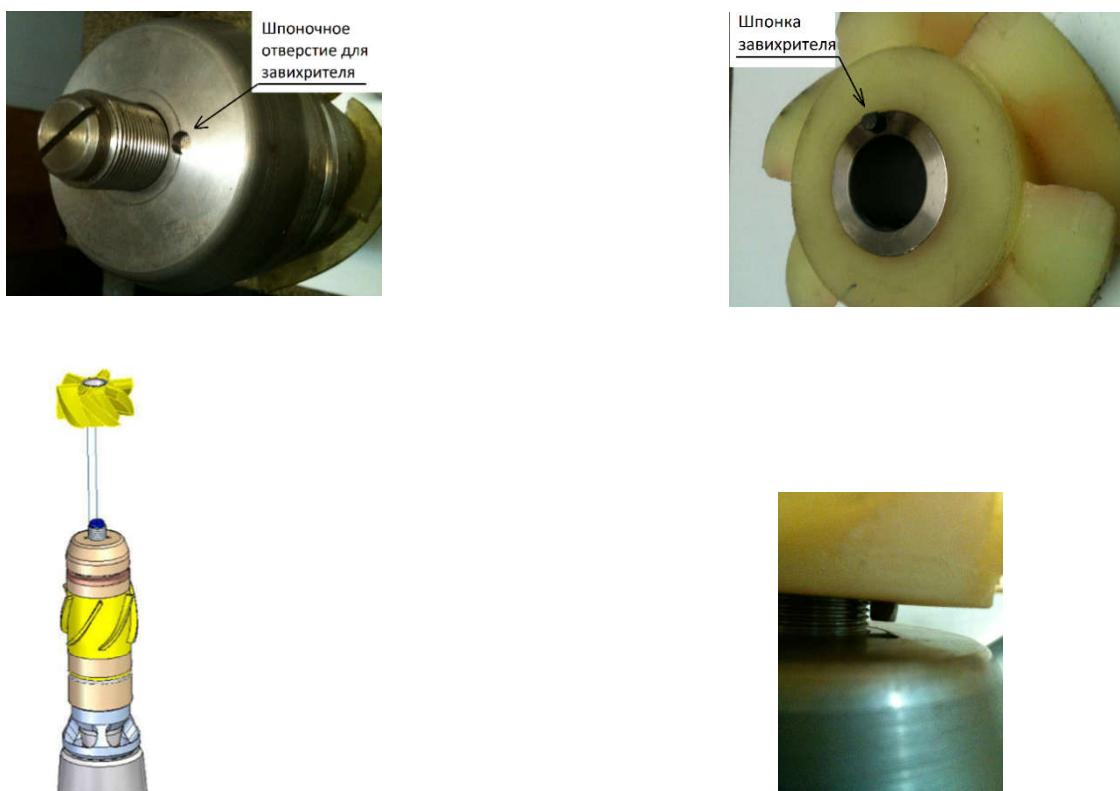

Рисунок 10.4.14
34. Установить завихритель, контролируя попадание шпонки завихрителя в отверстие обтекателя (рисунок 10.4.14).